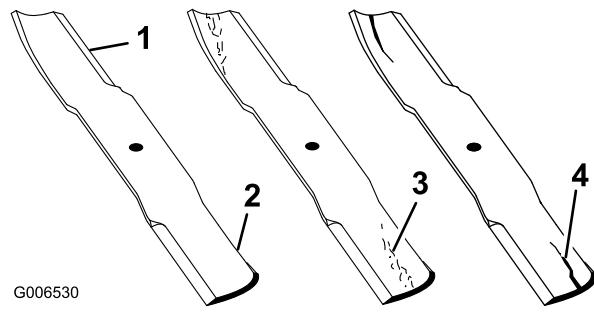

Bild 97
2. Prüfen Sie die Schnittkanten des Messers sorgfältig, insbesondere dort, wo die geraden Flächen die gebogenen berühren (Bild 97). Da Sand und anderes reibendes Material das Metall abschleifen kann, das die flachen und die gebogenen Teile verbindet, müssen Sie das Messer vor jedem Einsatz des Rasenmähers prüfen. Wenn Sie Abnutzungen (Bild 97) feststellen, sollten Sie das Messer auswechseln.
**Wenn sich das Messer abwetzen kann, bildet sich ein Schlitz zwischen dem Windflügel und dem flachen Teil des Messers (Bild 97). Zuletzt kann sich ein Stück des Messers lösen und aus dem Gehäuse herausgeschleudert werden. Das kann zu schweren Verletzungen bei Ihnen selbst und Unbeteiligten führen.**